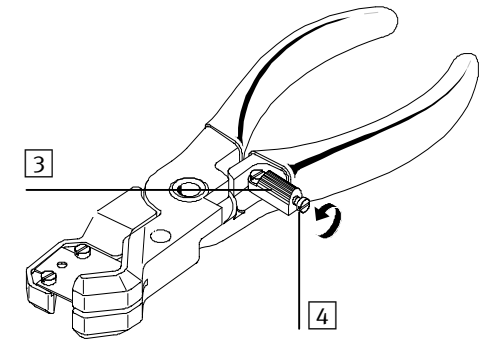

Fig. 4
- Verificare regolarmente che nel perno di riscontro (3) sia presente la pressione di contrasto necessaria ad assicurare una chiusura efficace.
- Se necessario, allentare le vite di fissaggio (4) del perno fino a raggiungere una pressione di contrasto necessaria per assicurare la chiusura efficace della pinza ZRS (v. Fig. 4).